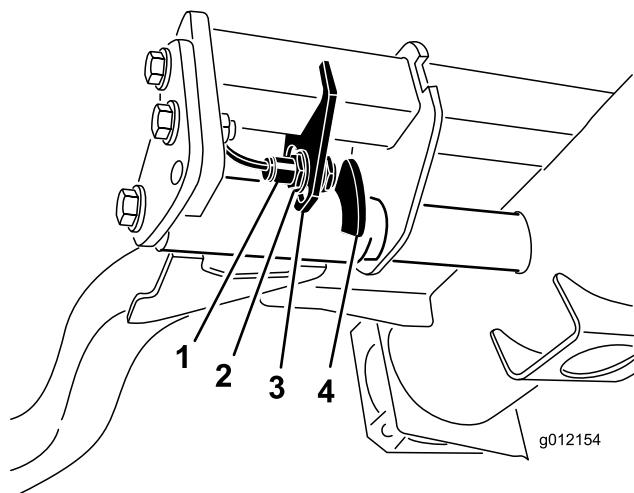

図 41
2. 升降アームのスイッチは、油圧のメイン・タンクの下にある右前昇降アームの後ろ側に装着されている（図 41）。
3. スイッチの取り付けネジ（図 41）をゆるめ、スイッチの位置を下げる（左側）と、昇降アームの旋回高さが長くなり、上げると、昇降アームの旋回高さが短くなる（右側）。